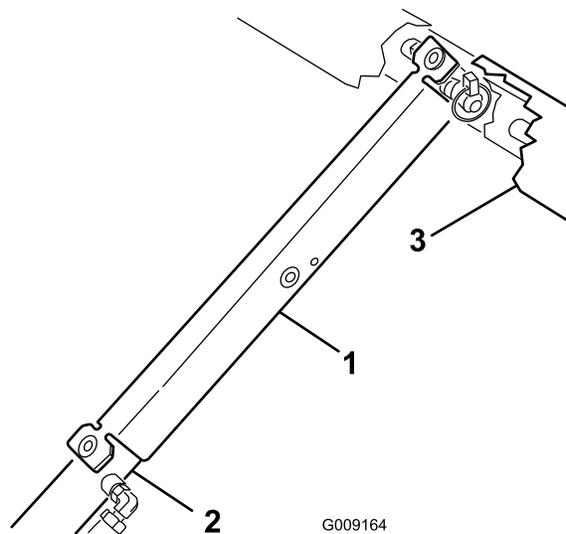

Figura 47
7. Spingete il supporto del pianale sull'asta del cilindro, assicurandovi che le alette alle estremità del supporto poggino sull'estremità della canna del cilindro e sull'estremità dell'asta del cilindro (Figura 47).